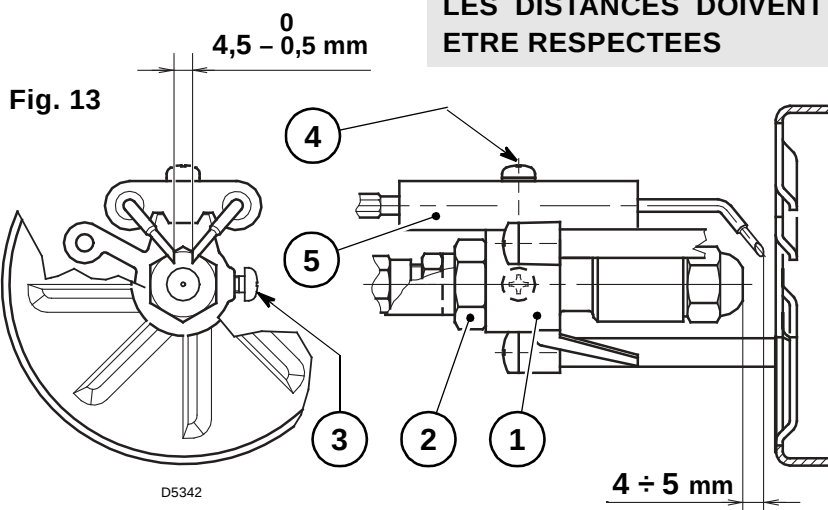

Fig. 13
- Accrocher le brûleur à la bride (1), enlever le gueulard (2) après avoir desserré les vis (3).
- Débrancher les câbles (4) des électrodes, enlever de la ligne porte gicleur le support de l'accroche flamme (5) après avoir desserré la vis (3, fig. 13, page 7).
- Visser correctement le gicleur (6) en le serrant comme indiqué en figure.
- Dans la version à tête longue, la clé de prise (7) doit bloquer la partie de rallonge qui porte le gicleur.
- Enlever la ligne porte gicleur (1) après avoir desserré les vis (2), dévissé l'écrou (3), débranché les câbles (4) de la boîte de contrôle et la cellule photorésistance (5).
- Débrancher les câbles (4) des électrodes, enlever de la ligne porte-gicleur (1) le support de l'accroche-flamme (8) après avoir desserré la vis (3, fig. 13).
- **Visser correctement le gicleur (9) en le serrant comme indiqué en figure.**
- Dans la version à tête longue, la clé de prise (10) doit bloquer la partie de rallonge qui porte le gicleur.
4.4 REGLAGE DES ELECTRODES (Voir fig. 13)
- Changer le gicleur, (voir fig. 12, page 7) et contrôler si les électrodes sont placées correctement (fig. 13, page 7).